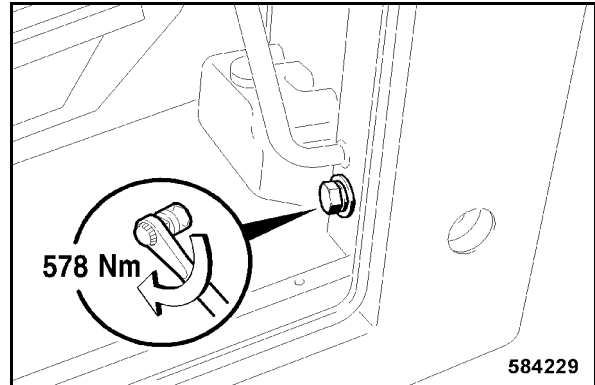

fig. 209
- Serrer la vis de fixation inférieure, se trouvant sur le côté de l'accès (fig. 209), à un couple de 578 Nm.